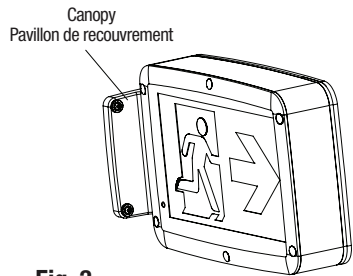
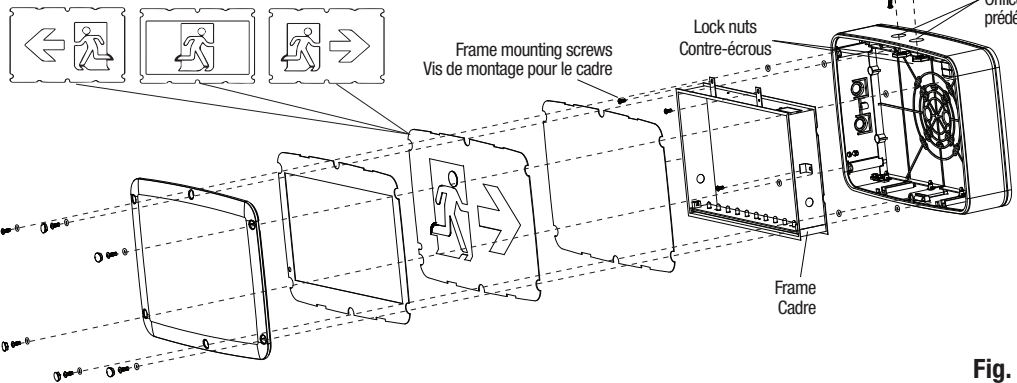

Fig. 3
Fig. 2
- 4.b For Ceiling (Fig. 2) or End Mount (Fig. 3) installation only, break through appropriate knockout into the top or side of the housing. Align the gasket with the hole and paste it properly on the housing. Attach the housing with the canopy using the nipple assembly and lock nut(s). Align and paste the second gasket on the spider plate. Route the proper wire through the housing, canopy and spider plate holes.
- 4.b Pour l'installation au plafond (Fig. 2) ou l'extrémité (Fig. 3) seulement, défoncer l'orifice prédécoupé approprié sur le côté supérieur ou latéral du boîtier. Aligner le joint d'étanchéité avec le trou et le coller de façon approprié sur le boîtier. Fixer le boîtier avec le pavillon de recouvrement en utilisant l'assemblage du raccord et les contre-écrous. Aligner et coller le deuxième joint d'étanchéité sur la plaque perforée. Passer les fils électriques par l'orifice du boîtier, du pavillon de recouvrement et de la plaque perforée.
7.a For Ceiling and End mount installation only, attach the canopy with the spider plate using the four tamperproof screws and four o-rings (use the tamperproof bit CR-VT15 provided in the hardware bag). Tighten the lock nuts and the screws enough to compress the gasket to ensure a good sealed joint (Fig. 2 & 3).
7.a Pour installation au plafond ou l'extrémité seulement, fixer le pavillon de recouvrement ensemble avec la plaque perforée en utilisant les quatre vis de sécurité et les quatre anneaux d'étanchéité (utiliser l'embout TORX CR-VT15 fourni dans le sachet de pièces). Serrer les vis suffisamment pour comprimer le joint d'étanchéité pour assurer un joint scellé (Fig.2 et 3).